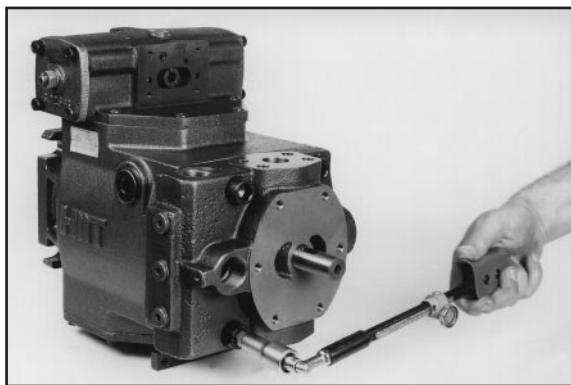

Fig. 15
- 5.4.10 - Completata la registrazione dei cuscinetti, smontare di nuovo il coperchio (2), inserire il disco distributore (27) e le spine (65), quindi rimontare definitivamente il tutto (fig. 15, 16, 17).
- 5.4.10 - After bearings have been adjusted, disassemble again cover (2), insert port plate (27) and pins (65) and assemble all components (fig. 15, 16, 17).